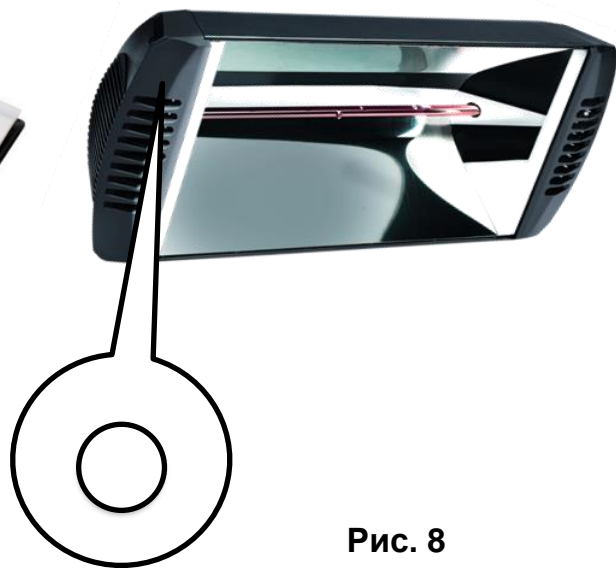

Рис. 8
- Синий светодиодный индикатор на обогревателе выключается, подтверждая тем самым успешное выполнение операции по внесению пульта в память прибора. Рис. 8